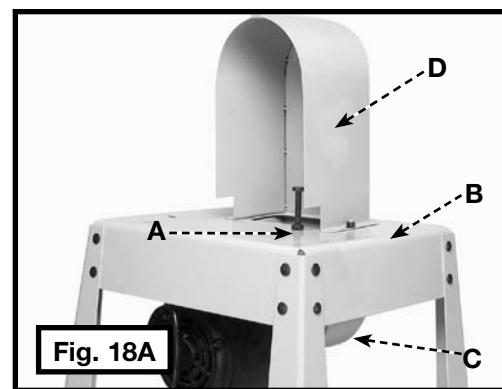

Fig. 18A
REMARQUE: l'illustration de la fig. 18A montre le socle sans la scie à ruban pour plus de clarté.
1. Insérer les deux goujons filetés dans le protecteur inférieur de la poulie (C) fig. 18A, et dans les deux trous du dessus du socle (B).
2. Aligner les deux trous du protecteur supérieur de la poulie (D) fig. 18A, avec les deux goujons filetés du protecteur inférieur (C). Insérer le protecteur supérieur de la poulie sur les goujons du protecteur inférieur.